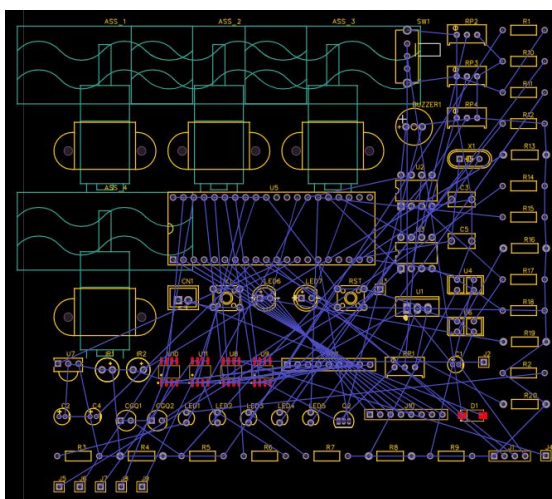
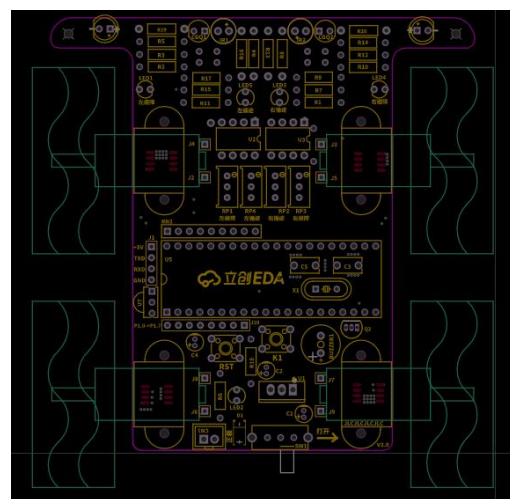

图 18 元器件布局前
图 19 元器件布局后
(3) PCB 布局
PCB 边框外形确定之后就可以进行元器件布局了,结合智能车的特点将车轮位置摆放在两侧,循迹、避障和车灯电路放在小车前方,4 个驱动分别放在 4 个电机附件,主控最小系统放置中间,电源电路放在板子底部,开关朝外。原理图转 PCB 后的元器件布局是比较随意的,需要手动把元器件摆放到合适的位置再慢慢调整,在进行元器件布局时可以在立创 EDA 原理图顶部菜单栏中选择工具的布局传递功能(快捷键: CTRL+SHIFT+X),这样可以快速地对元器件进行分类布局展示。元器件布局中需要考虑几个原则:①按电路模块布局,每个电路的核心元器件和外围元器件放到一起;②按电路功能布局,特殊元器件布局时周边不能放置元器件,避免干扰等;③按器件特性布局,输入输出接口应放到板子边缘,方便操作。PCB 布局前后如图 18 和图 19 所示。